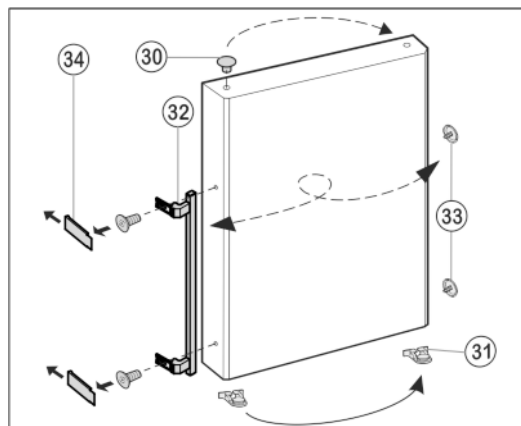

Fig. 12
- Zátky *Fig. 12 (30)* vyjměte z pouzdra ložisek dvířek a přemístěte je.
- Madlo dvíří *Fig. 12 (32)*, zátky *Fig. 12 (33)* a krycí destičky* *Fig. 12 (34)* odmontujte a přemontujte na protější stranu.